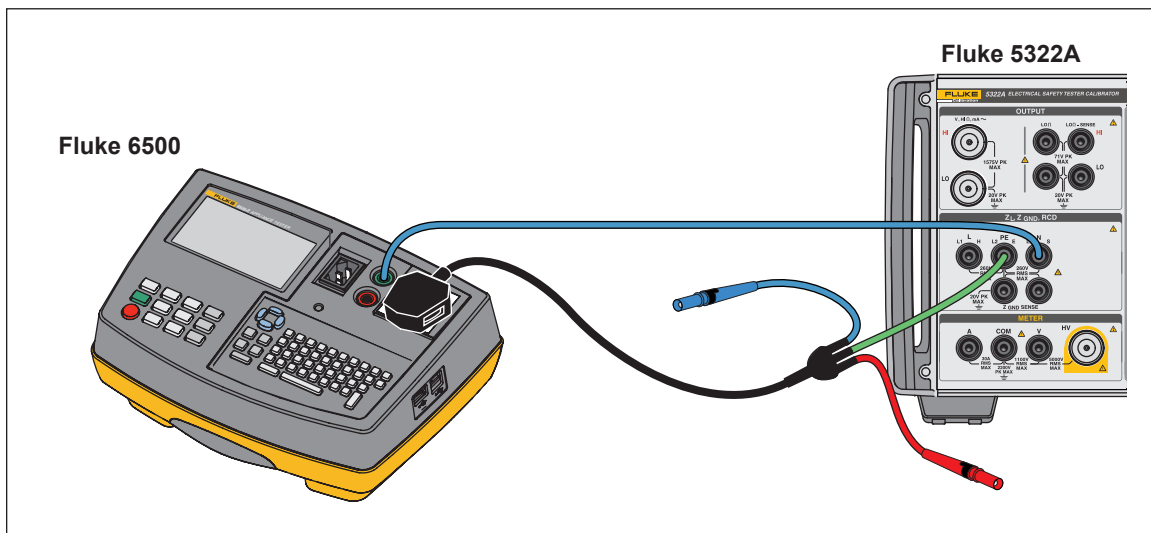

Abbildung 42. Kalibrierung der Funktion „Erdleitungswiderstand (GBR)“ am Fluke 6500 mithilfe des Kabeladapters
2. Schließen Sie das DUT an die Anschlüsse PE und N im Bereich Z_{GND} des Produkts an, wie in Abbildung 42 und Abbildung 43 dargestellt.